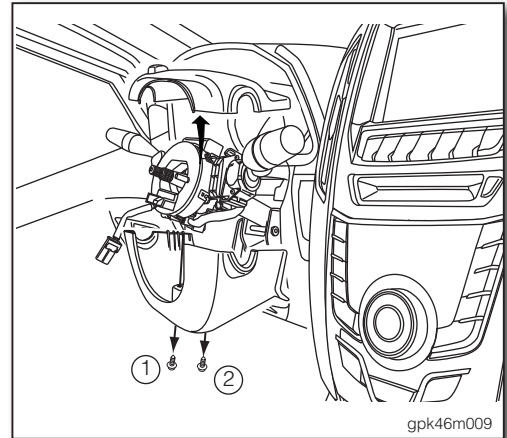
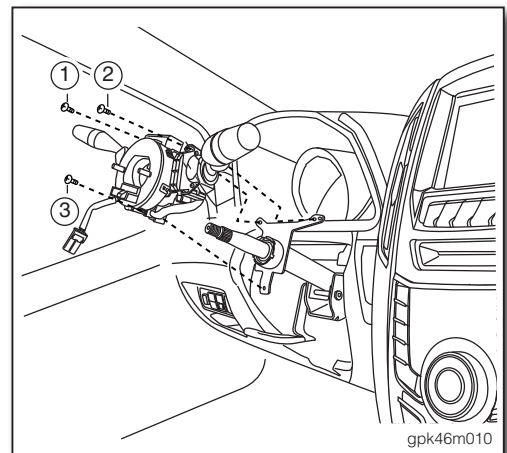

图1
图2
4. 拆下转向柱总成下护盖固定螺丝①、②, 取下转向柱总成上、下护盖(如图1)。
6. 拆下灯光/雨刮器组合开关(COLUMN SW ECU)的固定螺丝①~③。
8. 取下灯光/雨刮器组合开关(COLUMN SW ECU)与螺旋电缆(如图2)。